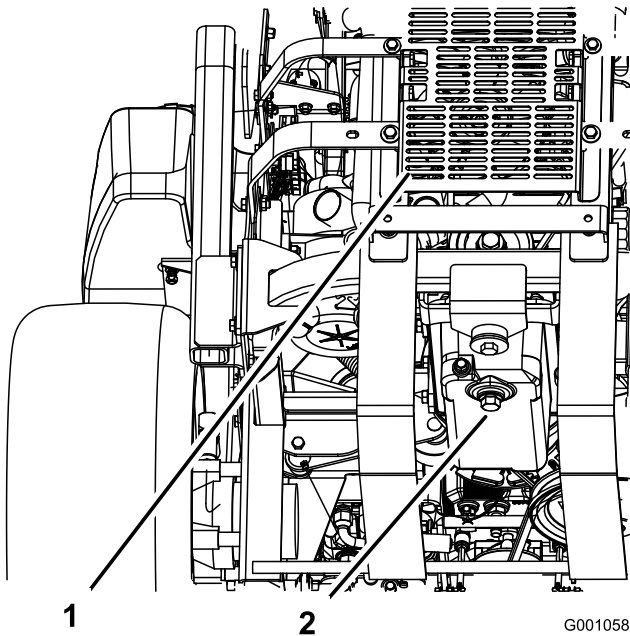

Figura 44
5. Coloque un recipiente debajo del orificio de drenaje de aceite. Retire el tapón de vaciado y deje que el aceite se drene completamente (Figura 44).